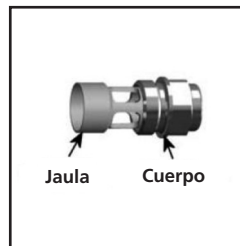

Fig. 19
6. NO QUITAR LA JAULA DE PLÁSTICO DEL CUERPO DE LA VÁLVULA DE AIRE PORQUE ESTO PODRÍA DAÑAR LA JAULA. (Ver Fig. 19)